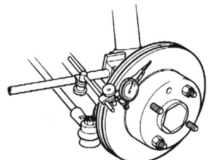

Fig. 5
- Contrôler le "voilage" du disque en utilisant un comparateur à cadran et en mesurant la surface du disque à 15 mm de l'autre bord du disque, tout en le faisant tourner lentement. En variante, vous pouvez utiliser des jauges d'épaisseur entre le disque et un point fixe (Fig. 5). Le voilage maximum ne doit pas dépasser 0,15 mm. Si vous enregistrez une valeur plus grande, contrôlez à nouveau les repères 7 et 8 et, si à possible, tournez le disque sur la bride de montage 180 degrés.
10. Verificare l'eccentricità dei dischi dei freni con un comparatore a quadrante; la misurazione avviene a una distanza di 15 mm dal bordo esterno del disco, mentre il disco del freno viene ruotato lentamente. In assenza di comparatore a quadrante, ci si può altresì avvalere di un calibro di regolazione tra un punto fisso e il disco del freno (Fig. 5). Il valore massimo del gioco radiale non dovrebbe superare 0,15 mm. Se si osserva un valore maggiore, tornare ai punti 7 e 8 e ruotare di 180° il disco del freno sulla flangia di montaggio.
10. Con un reloj comparador, comprobar el "descentramiento" del disco midiendo en la superficie del disco 15 mm desde el borde exterior del mismo, mientras se gira lentamente el disco. Otro sistema es utilizar galgas de espesores entre un punto fijo y el disco (Fig. 5). El "descentramiento" máximo del disco no debe ser superior a 0,15 mm. Si se obtiene una lectura mayor, volver a comprobar los puntos 7 o 8 anteriores y, si es posible, girar el disco 180 grados sobre la brida de montaje.